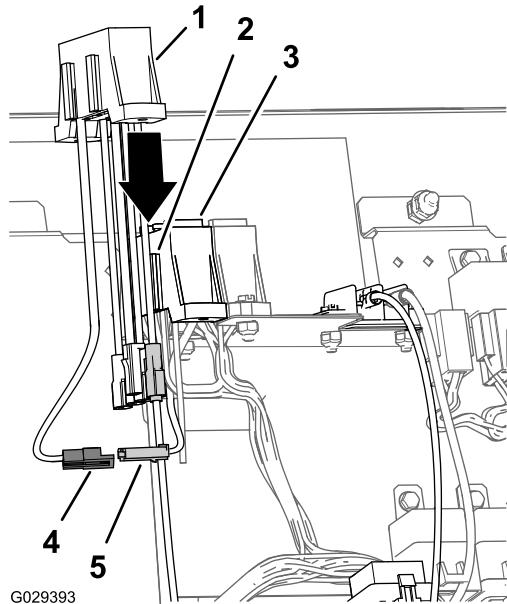

図 22
- 車両用ヒューズブロックの補助フィード線用の2ピンコネクタを、補助ヒューズブロックのフィード線用の2口コネクタに接続する図 22。
- 補助ヒューズブロックのスロットを、車両用ヒューズブロックの取り付けフランジに合わせる図 22。